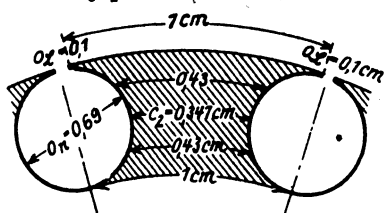

Abb. 259. Läuferferriten zu Aufgabe 325.
nebeneinanderliegende Läuferferriten im Schnitt auf (Abb. 259), entnehme dieser Abbildung die eingezeichneten Längen (1, 0,43, 0,34, 0,43 und 1 cm) und berechne für die hierzu gehörenden Querschnitte \mathfrak{B}_z aus (144). Man erhält: